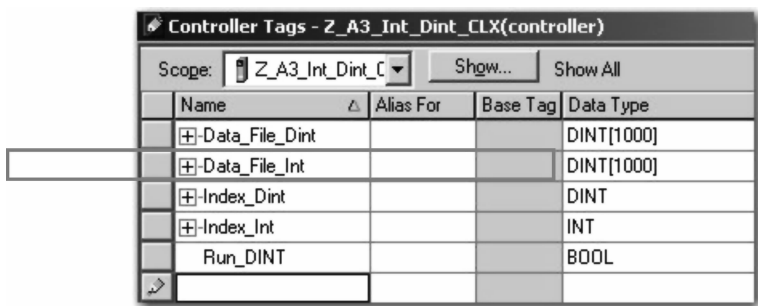

图 10-11 更改为 DINT 数据类型
8. 将 Data_File_Int 的类型从 INT [1000] 更改为 DINT [1000]。做出更改后，界面应类似于图 10-11 所示。